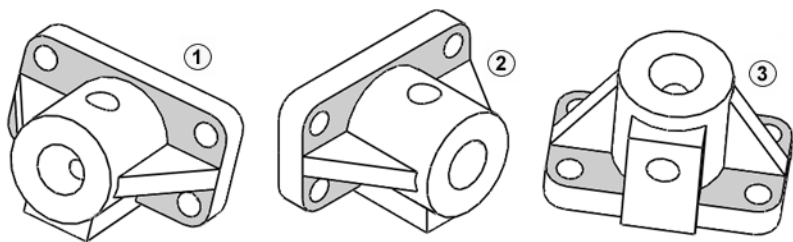

图 3-40 第一个基本特征的草图平面
建立第一个基本特征时所选的草图平面会影响到模型的观察角度，通常会选择 3 个基本表面之一。底板草图位于“上视”，才符合正常的视图方向（如图 3-40 中③所示）。